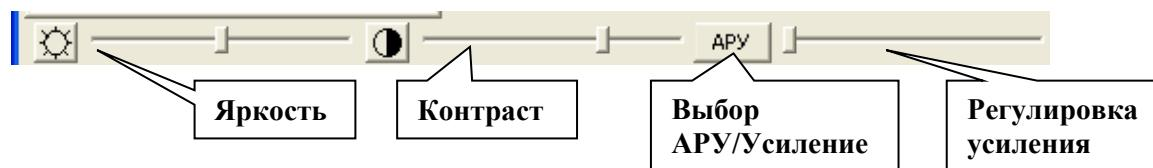
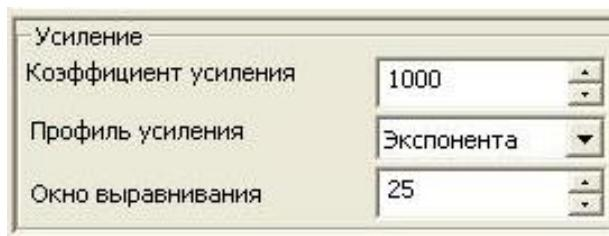

Рис. 3.6 - Панель настроек визуализации
Рис. 3.11 - Параметры усиления в окне «Параметры сканирования»
Для изменения визуализации получаемой радарограммы в окне сканирования предусмотрены регуляторы уровня контраста, яркости и усиления (Рис. 3.6).
- «**Усиление**» - параметр в окне показывает коэффициент усиления сигнала. Изменяется при помощи ползунка «*усиление*» (Рис. 3.6). Кнопка «*АРУ/Усиление*» (Рис. 3.6) позволяет переключаться между режимом АРУ (автоматическая регулировка усиления) и режимом «*Усиление*».
- «Коэффициент усиления» - параметр, который определяет максимальное усиление, применяемое к трассе. Изменяется от 1 до 9999 и может регулироваться как ползунком регулировки усиления (Рис. 3.6), так и изменением числового значения параметра в строке «Коэффициент усиления» (Рис. 3.11).